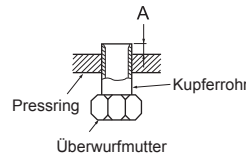

Fig. 5
- Den Ablaufschlauch vollständig bis zum Boden der Ablaufwanne (Endanschluss) einführen. (Fig. 5)